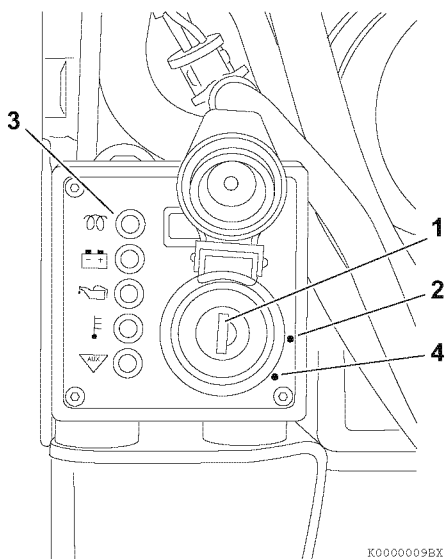
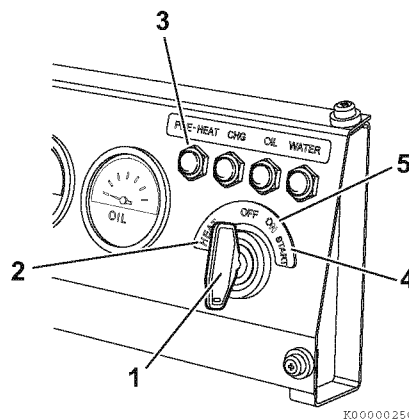

Рисунок 2
Рисунок 3
6. Вставьте ключ в замок зажигания (1, Рисунок 2) или (1, Рисунок 3).
7. Поверните ключ в положение ON (2, Рисунок 2) или в положение HEAT (2, Рисунок 3). Индикатор предварительного нагрева (3, Рисунок 2) будет мигать в течение нескольких секунд, а затем погаснет. Когда индикатор предварительного нагрева погаснет, можно запускать двигатель.
8. Поверните ключ по часовой стрелке в положение START (4, Рисунок 2) или (4, Рисунок 3). Отпустите ключ, как только запустится двигатель. Он вернется в положение ON (2, Рисунок 2) или (5, Рисунок 3).